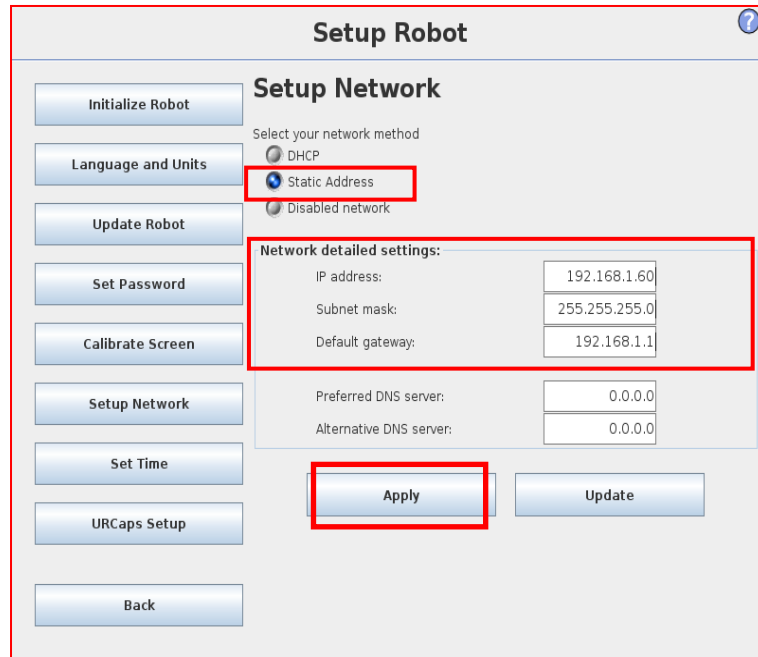

图 5.10 设置参数页面
3. 选中 **Static Address**，设置与通讯协议转换器的网段一致的 IP、掩码、网关。如图 5.10 所示。